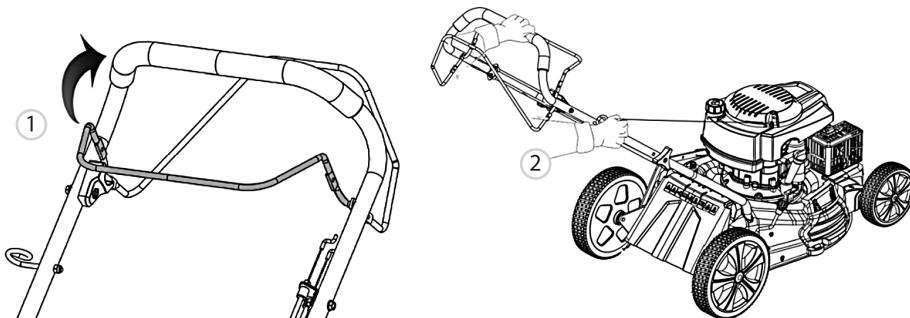

Рис. 9
- Для ручного запуска зажмите ручку управления тормозом (1, рис. 9), медленно вытащите шнур ручного стартера, пока не почувствуете сопротивление, а затем быстро потяните его (2, рис. 9). Повторите данный процесс несколько раз до запуска двигателя. После запуска двигателя медленно верните его на направляющий болт троса.